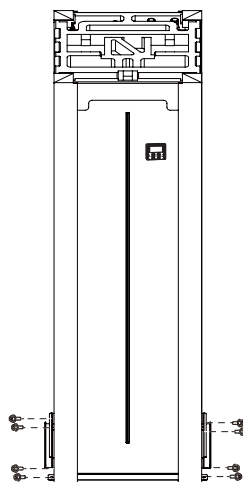

рис. 2-5
- Удалите 8 винтов ручки из листового металла и снимите листовой металл (см. рис. 2-5).